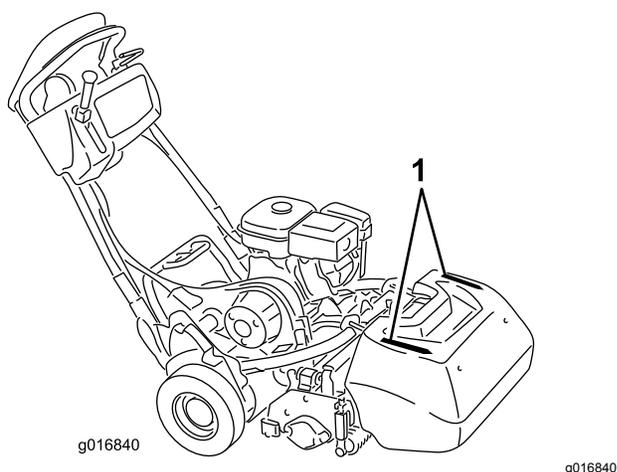

Рисунок 31
- Чтобы сохранять прямолинейное движение на протяжении всего грина и поддерживать одинаковое расстояние от края предыдущей скошенной полосы, используйте ориентирующие полосы на травосборнике (Рисунок 31).